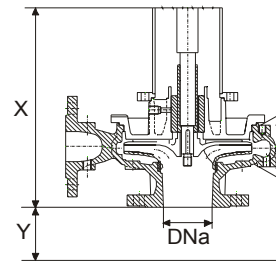

Fig. 2: Niveaux pour le calcul du niveau minimum
Sur le mode d'exécution "A", la lubrification est assurée par la présence d'un niveau de liquide minimum dans le bac. (voir fig.2 et tableau 1)
3. Mettre la pompe en marche seulement après l'avoir plongée dans le réservoir, ayant prévu un niveau de liquide minimum de façon à éviter un fonctionnement à sec des douilles. (tab. 1, fig.2)